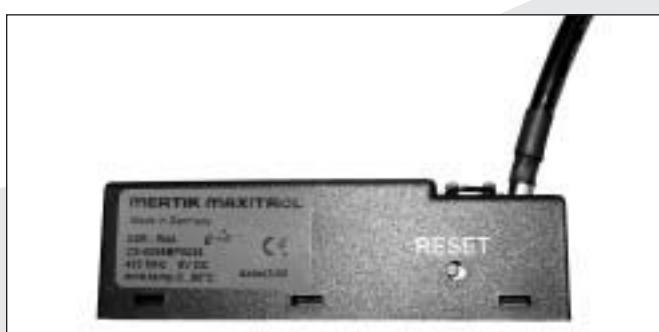

Abb. 31
- Drücken Sie die Rückstelltaste auf dem Empfänger, bis Sie nacheinander zwei Signaltöne hören (siehe Abb. 31).